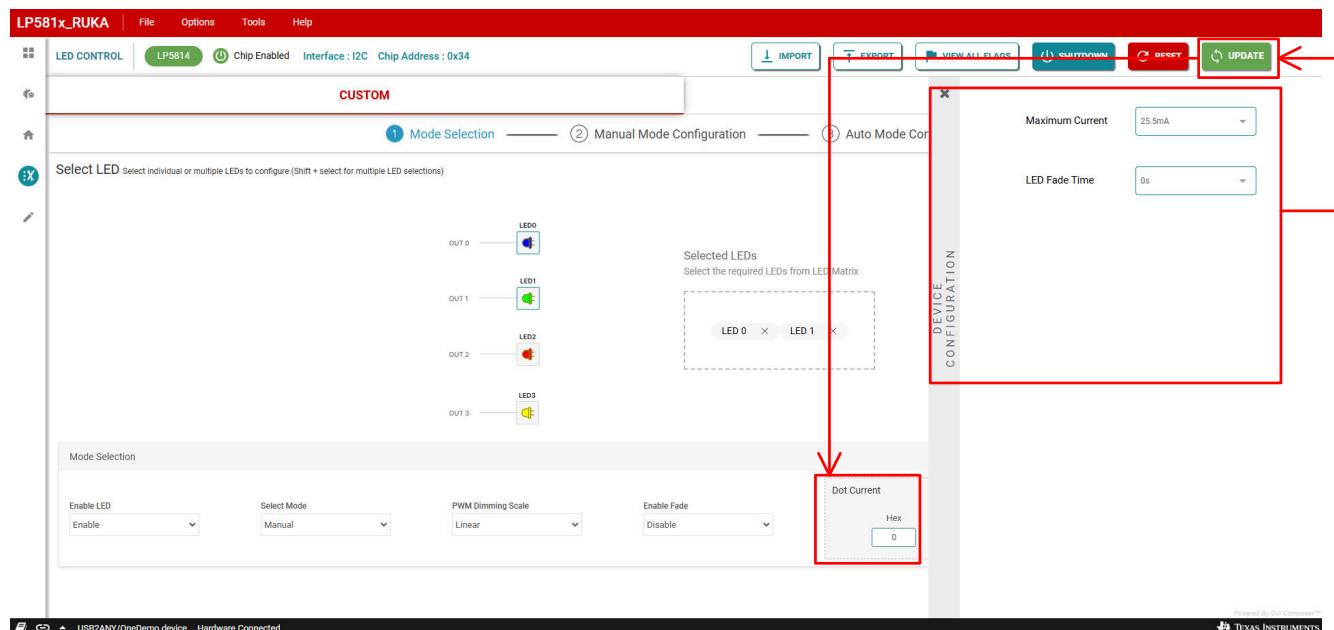

图 3-11. 手动模式下的电流设置和更新命令发送
4. 单击 *LED Control* 页面右侧的 *Device Configuration* 按钮，以打开最大电流配置面板，如图 3-11 所示。从 *Maximum Current* 下拉菜单中选择 *25.5mA* 或 *51mA* 项，以设置选定蓝色 LED 和绿色 LED 的 MC ( 最大电流 )。
6. 在 *Dot Current* 控件中输入数据，为选定的蓝色 LED 和绿色 LED 设置 DC ( 点电流 ) 值，如图 3-11 所示。